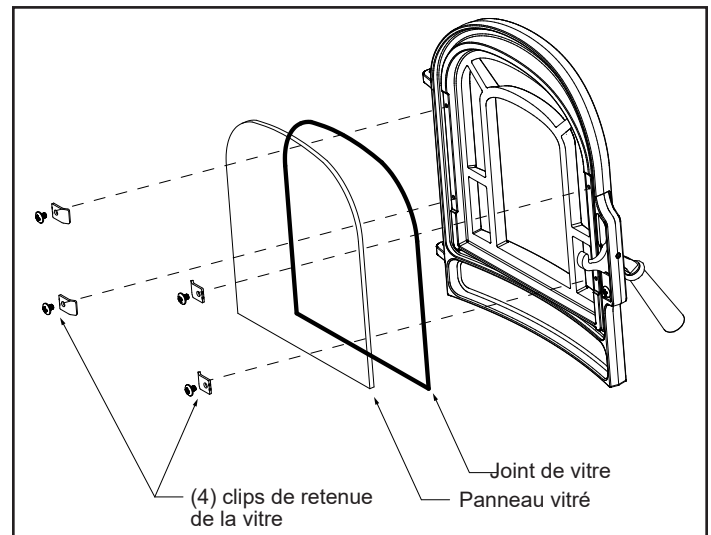

Figure 3.1 – Installation de la vitre sur la porte.
2. Attachez la vitre sur la porte à l'aide des clips de retenue. Serrez toutes les vis (figure 3.1).